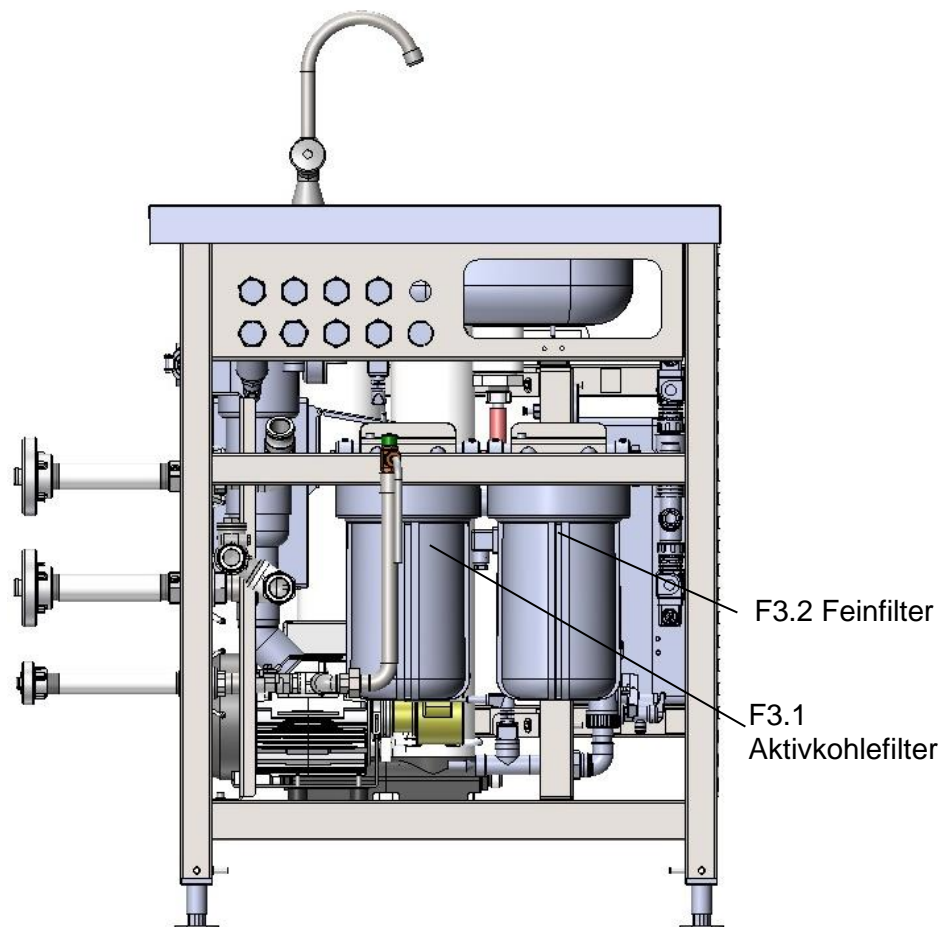

Abb. 10: Filtergehäuse Aktivkohlefilter F3.1 und Feinfilter F3.2
- f) Schrauben Sie die Filtertasche F3.1 (siehe Abb. 10:) des Aktivkohlefilters auf.